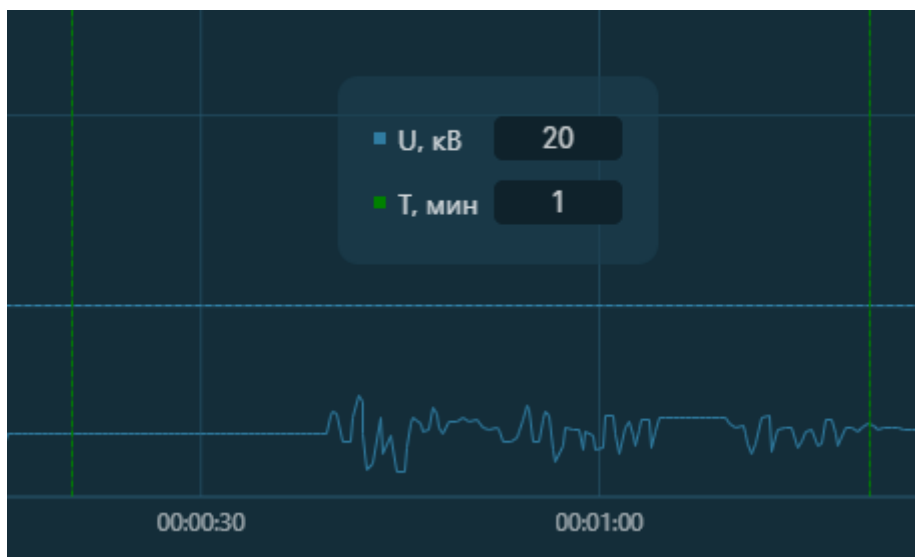

Рисунок 46 Графики тока и напряжения
- начинается построение графиков напряжения и тока утечки (*Рисунок 46*).